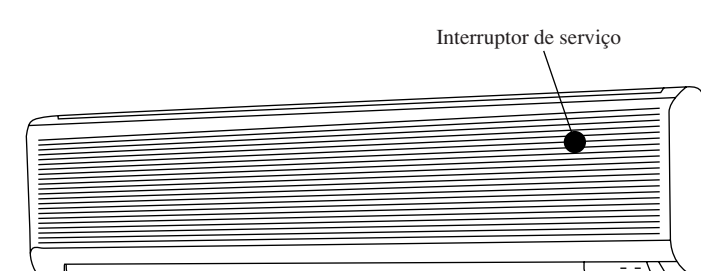

Fig. 8
- (1) Confirme que o interruptor de serviço está ajustado para "NORMAL". (Fig. 8)
- (2) O botão deverá ser ajustado para cima na posição normal.